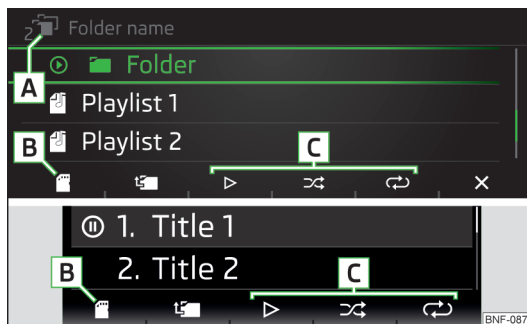

Fig. 101
Mappe-/track-liste » Fig. 101
- ▶ Tryk på funktionsknappen  flere gange, indtil  vises på position **B** » Fig. 101 på side 82 i displayet, for at **vælge audiokilden på mappe-/track-listen**.